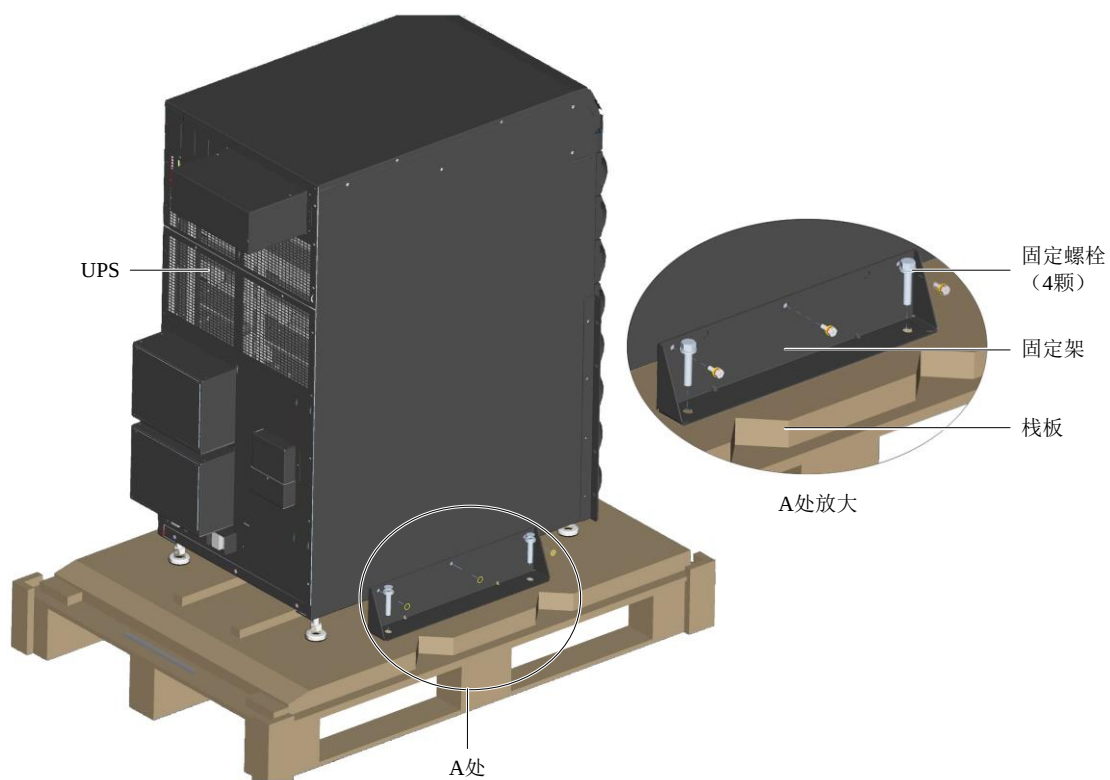

图2-2 拆下固定架
2. 用 13mm (1/2in) 扳手从栈板上拆下 4 个固定螺栓，将支架和 UPS 之间的固定架拆下，如图 2-2 所示。